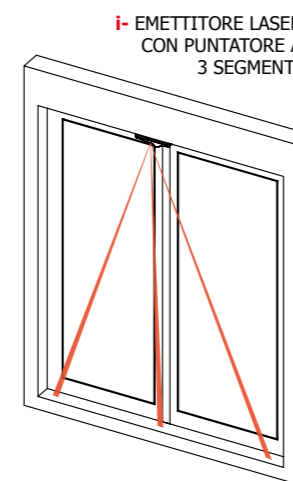

Fig. 9
- 3) Modificare la posizione del corpo sensore "k" controllando la proiezione del laser "i", ad esempio sul davanzale (vedi Fig. 9)